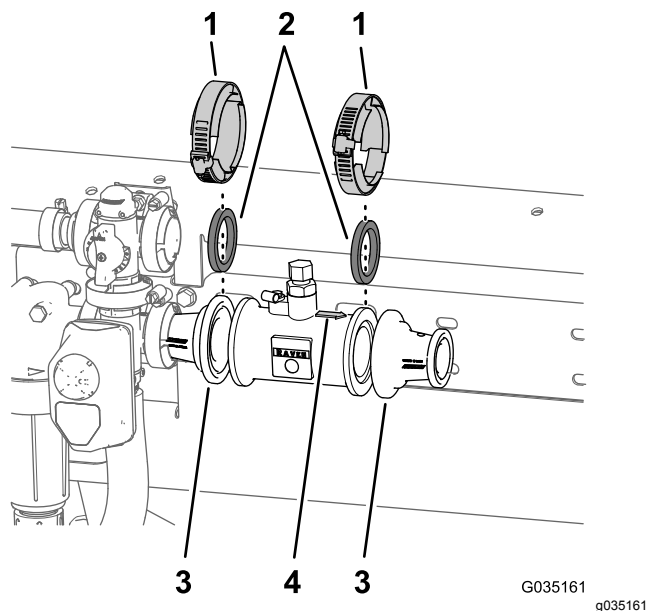

Figura 55
riduttore \(pagina 21\) tra il flussometro e l'adattatore del riduttore installato sul lato destro della valvola di comando principale (Figura 55).
- B. Montate, senza serrarli, la guarnizione, il flussometro e l'adattatore del riduttore (Figura 55) con il morsetto flangiato da 76 mm rimosso al passaggio 2A di Rimozione del tubo dell'accoppiatore e dell'adattatore del riduttore \(pagina 21\).
- C. Allineate la guarnizione (2-1/4 poll.) e l'adattatore del riduttore che avete rimosso nel passaggio 2C di Rimozione del tubo dell'accoppiatore e dell'adattatore del riduttore \(pagina 21\) all'estremità del flussometro indicata dalla punta della freccia direzionale (Figura 55).
- D. Montate la guarnizione, il flussometro e l'adattatore del riduttore (Figura 55) con il morsetto flangiato da 76 mm rimosso al passaggio 2A di Rimozione del tubo dell'accoppiatore e dell'adattatore del riduttore \(pagina 21\).